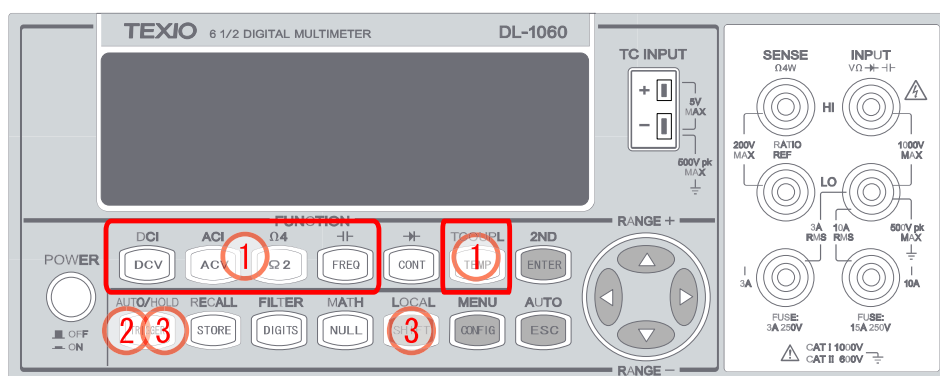

図 3-19
- ① はじめに測定機能を選択します。
- ② 前面パネル上の TRIGGER ボタンを押すと読み取りが行われます。
- ③ Singleトリガモードを終了し Autoトリガモードに戻る場合は、SHIFT + TRIGGER ボタンを押します。
- 使用するボタンは図 3-19 に示します。